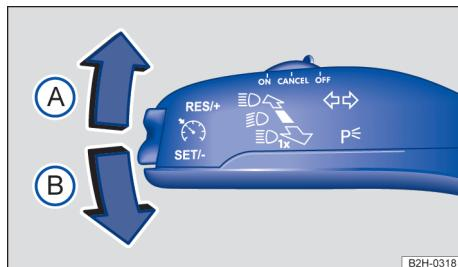

Fig. 75 À esquerda na coluna de direção: alavanca dos indicadores de direção e do farol alto.
- Trazer a alavanca dos indicadores de direção e do farol alto da posição central para a seguinte posição → Fig. 75.